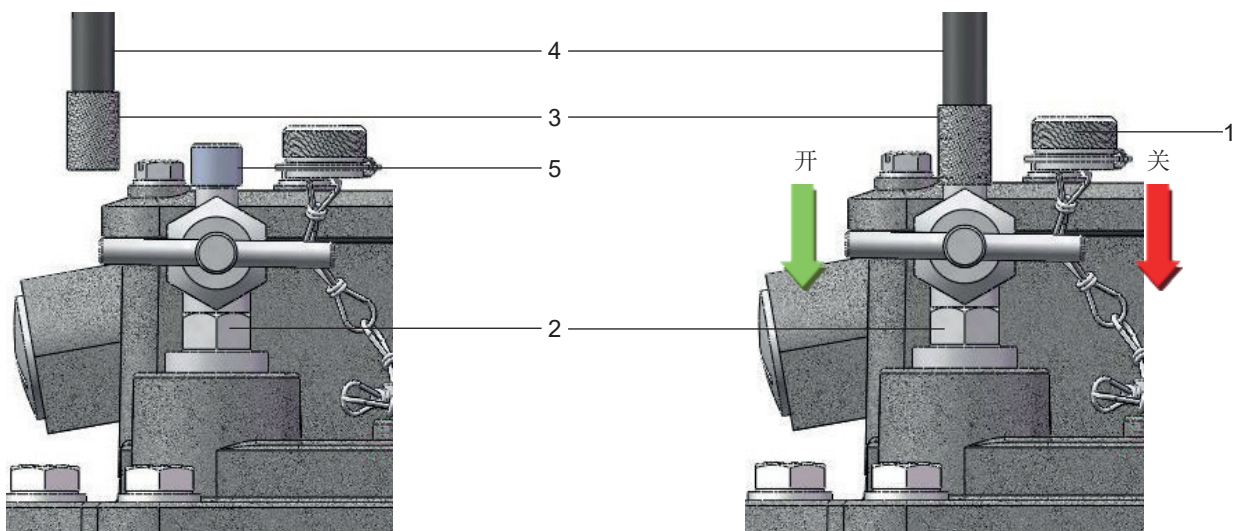

图9 - 采用检测充气筒进行功能检验
- 从放气阀（图9中2）上拧下小闷盖螺母（图9中1）
- 检测充气筒连接胶管（图9中4）上带有止回阀（图9中3）的转接头与阀帽口（图9中5）连接拧紧